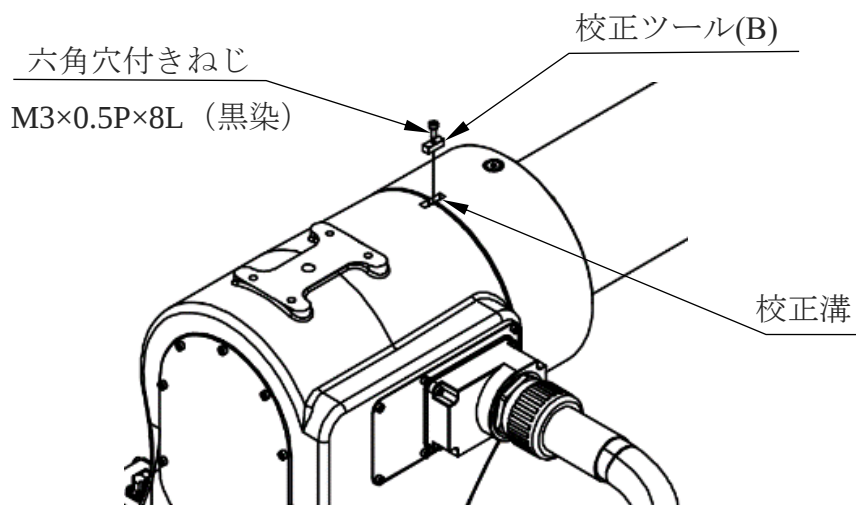

図 4-5 第 4 軸の原点校正イメージ図
- 第 4 軸の校正順序は以下のとおりです（図 4-5 を参照してください）